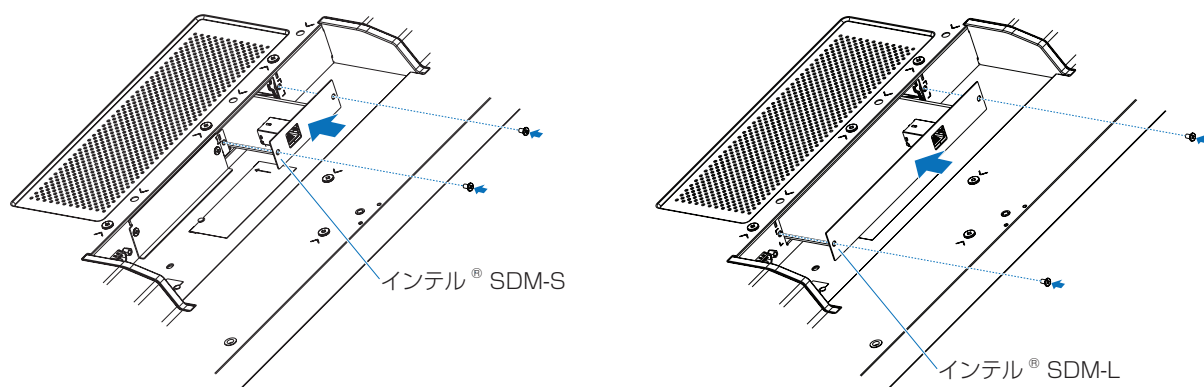

図 2
5. オプションボードを取り外したネジで固定します (図 2)。(締付トルク：50～80 N・cm)